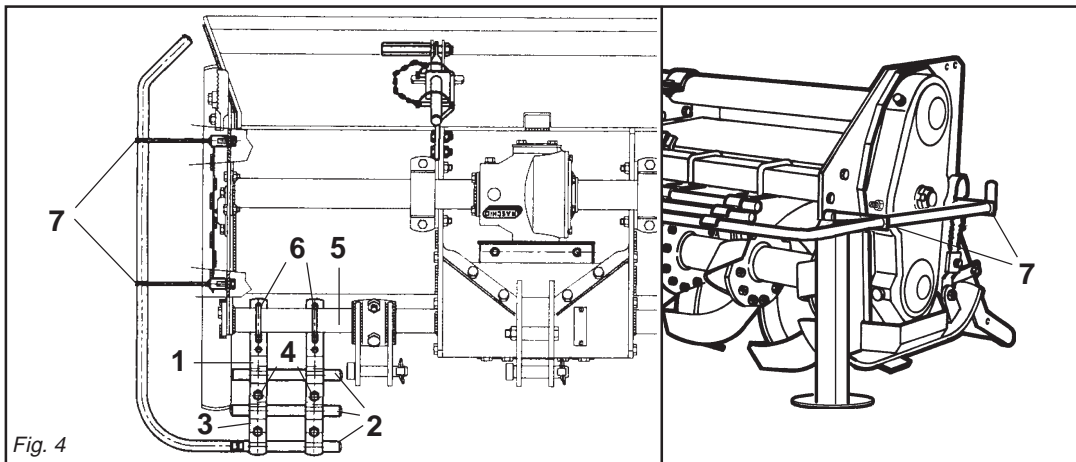

Fig. 4
- Il gruppo delle protezioni, composto dall'attacco (1 Fig. 4) che fa da fermo per i tubi (2 Fig. 4) bloccati dalla staffa (3 Fig. 4) e dalle viti (4 Fig. 4), è fissato al tubo quadro anteriore (5 Fig. 4) mediante i cavallotti (6 Fig. 4), e va posizionato uno a destra e uno a sinistra il più esternamente possibili.
- Lateralmente, su entrambe le fiancate, vanno fissate tramite le viti delle protezioni sagomate (7 Fig. 4).
- *The protection unit, consisting of the coupling (1 Fig. 4) that acts as a clamp for the pipes (2 Fig. 4) locked by the bracket (3 Fig. 4) and by the screws (4 Fig. 4), is fixed to the square front pipe (5 Fig. 4) by the U-bolts (6 Fig. 4) and should be positioned as far outwards as possible, one on the right and the other on the left.*
- *The shaped protections should be fixed laterally with screws to both the sides (7 Fig. 4).*
- Die Gruppe der Schutzvorrichtungen, die sich aus dem Anschluß (1 Abb. 4), der zur Arretierung für die Rohre (2 Abb. 4) dient, die durch den Bügel (3 Abb. 4) blockiert werden, und den Schrauben (4 Abb. 4) zusammensetzt, wird am vorderen Vierkantrrohr (5 Abb. 4) mit den U-Bolzen (6 Abb. 4) befestigt. Eine davon ist rechts und eine links, so weit wie möglich außen anzubringen.
- Seitlich auf den beiden Seitenteilen sind die geformten Schutzteile (7 Abb. 4) mit Schrauben zu befestigen.
- Le groupe des protections, comprenant l'attelage (1 Fig. 4) qui sert de butée pour les tubes (2 Fig. 4) bloqués par la bride (3 Fig. 4) et par les vis (4 Fig. 4), est fixé au tube carré avant (5 Fig. 4) par des crampons (6 Fig. 4). Positionner une protection à droite et une à gauche, le plus possible à l'extérieur.
- Les protections galbées doivent être fixées latéralement, des deux côtés avec les vis des protections (7 Fig. 4).
- El grupo de las protecciones, compuesto por la conexión (1 Fig. 4) que funciona como bloqueo de los tubos (2 Fig. 4) bloqueados a su vez por el soporte (3 Fig. 4) y por los tornillos (4 Fig. 4), está fijado en el tubo cuadrado anterior (5 Fig. 4) mediante los pernos de U (6 Fig. 4) y debe ser emplazado uno a la derecha y uno a la izquierda lo más externamente posible.
- Lateralmente, sobre ambos lados, debemos fijar mediante los tornillos las protecciones molduradas (7 Fig. 4).